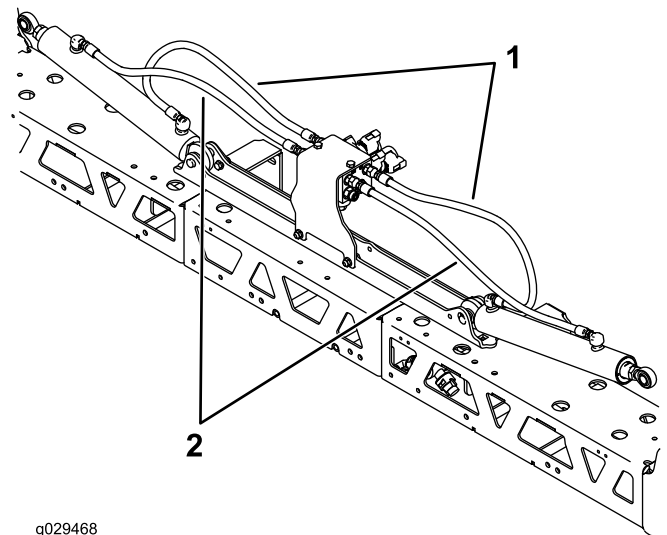

Figura 15
- Installazione dei flessibili idraulici (Figura 15).